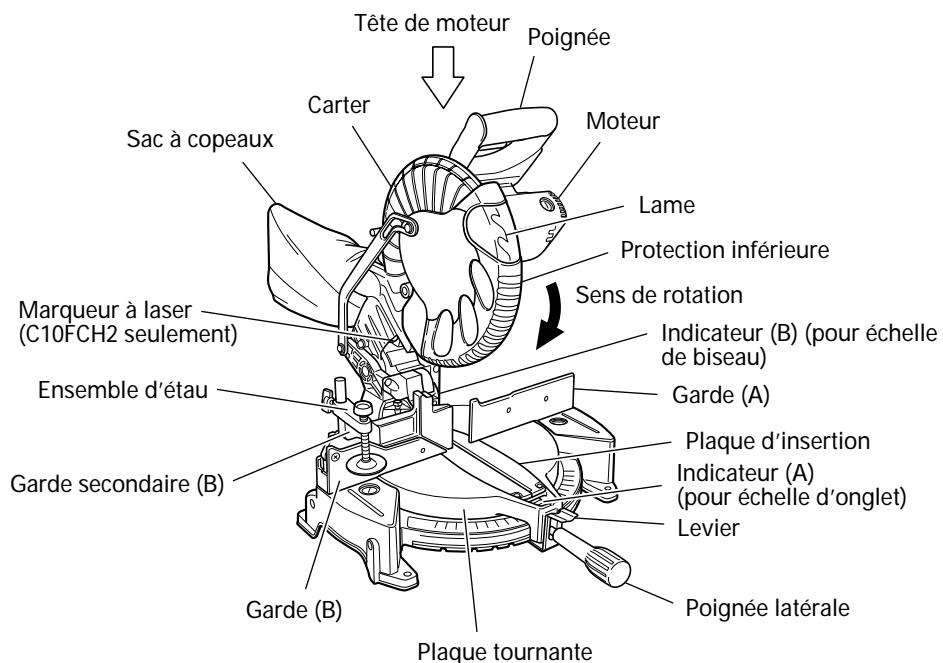
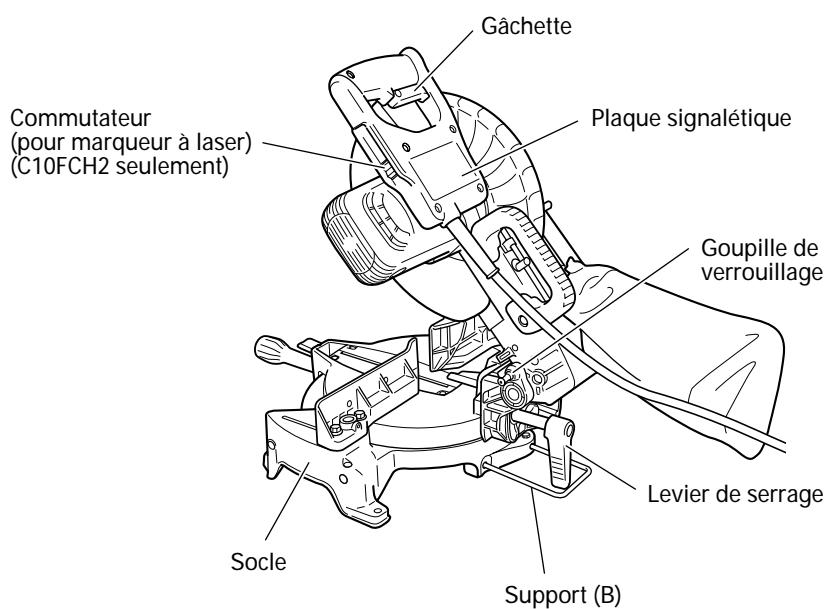

Fig. 1
Fig. 2
3. Installer le sac à copeaux, le support, la butée et les étaux (Le support et la butée sont des accessoires en option.) Fixer le sac à copeaux et l'ensemble d'étau comme indiqué sur la Fig. 1 et Fig. 2.